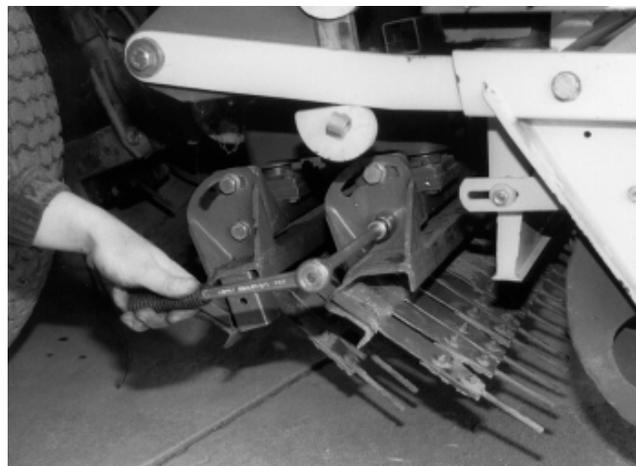

fig. 32
- aflojar los tornillos de fijación de una y otra parte de la barra regeneradora (fig. 32),